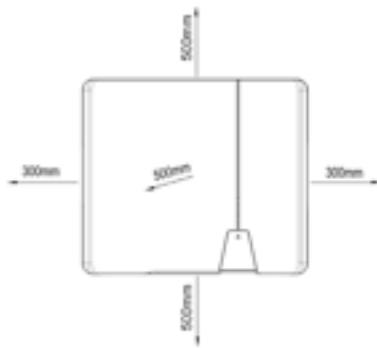

Fig. 3.1: Enhet vid installation utomhus
- ANVISNING: Minimiavstånden mellan två enheter eller mellan enheten och taket/marken anges i ritningen fig. 3.1.**